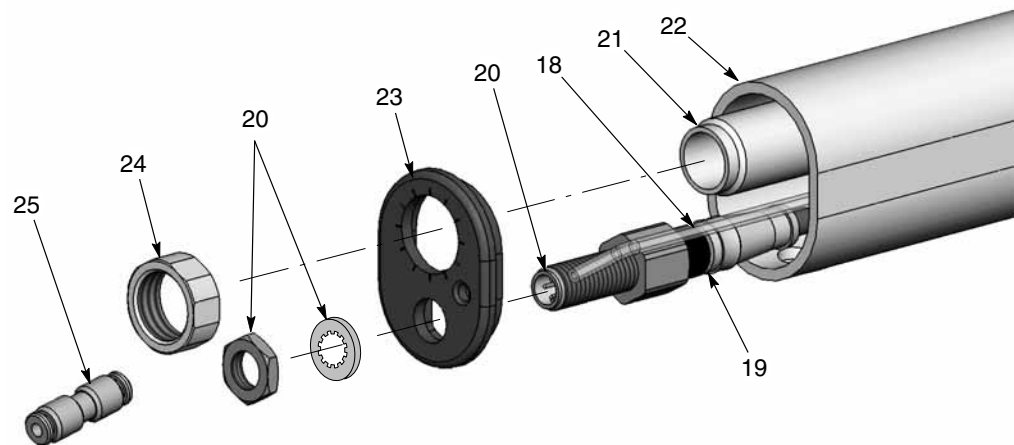
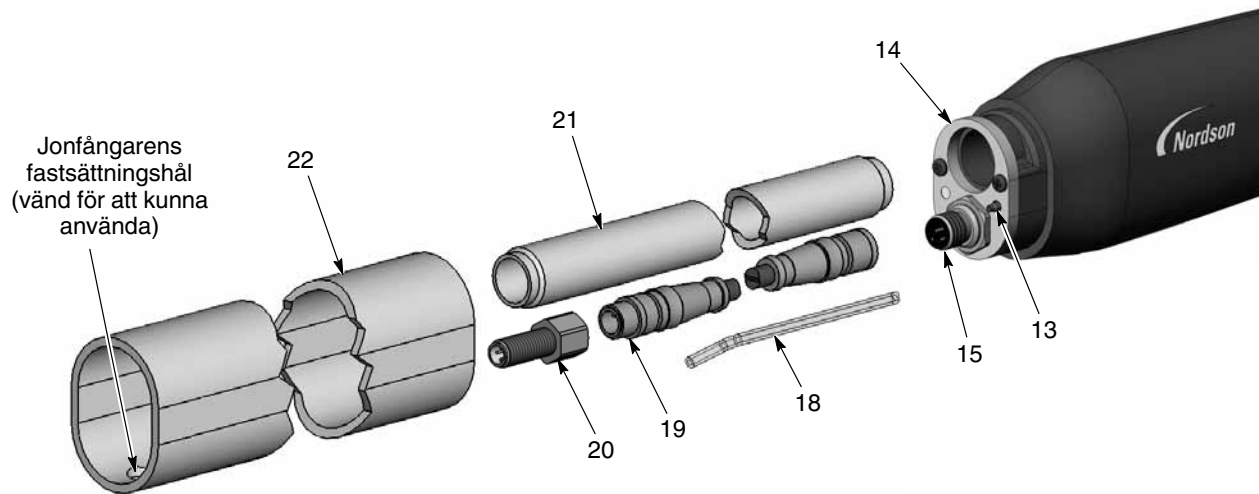
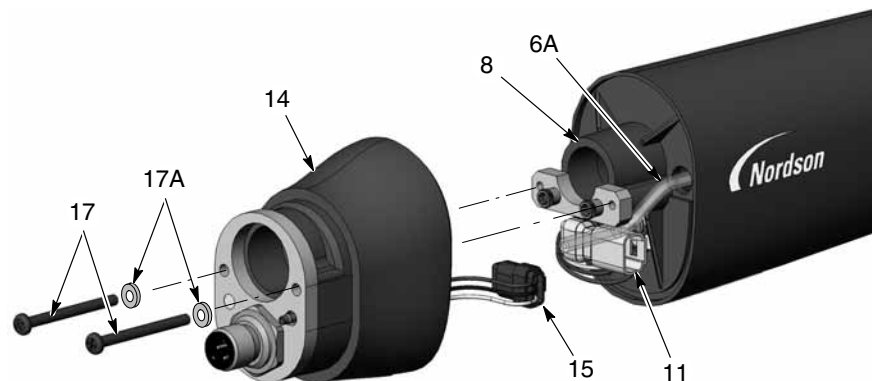
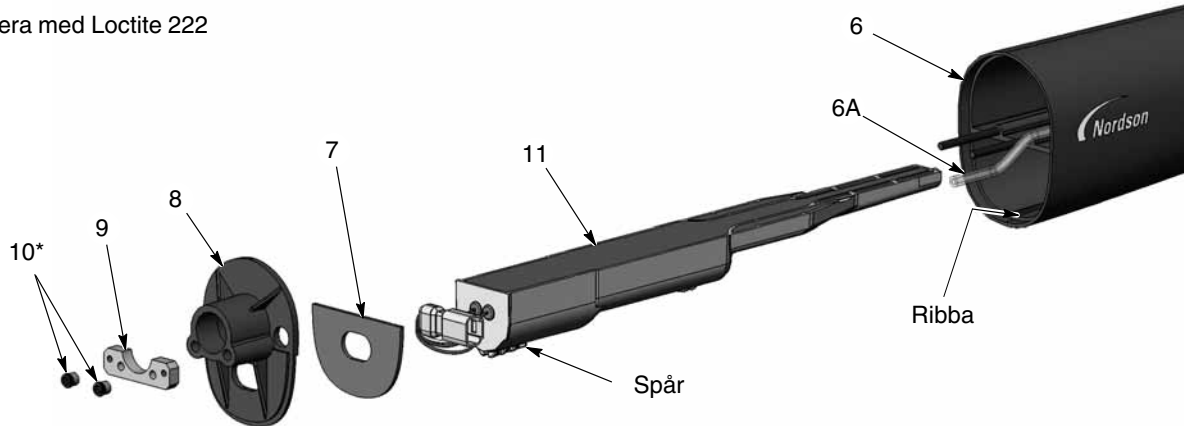

Bild 16 Demontering av rörmonterad pistol 1 av 5
Bild 17 Demontering av rörmonterad pistol 2 av 5
Bild 18 Demontering av rörmonterad pistol 3 av 5
Bild 19 Demontering av rörmonterad pistol 4 av 5
2. Se bild 16. Koppla loss skarvnippeln (25) från den transparenta 4-mm luftslangen (18).
3. Koppla loss pistolkabeln (ej visad) från kabelkontakten (20).
4. Skruva av klämmuttern (24) från klämröret (21).
5. Tag av muttern och låsbrickan från kabelkontakten (20). Spara muttern och låsbrickan för återanvändning.
6. Tag av ändförslutningen (23) från pistolens ände.
7. Se bild 17. Drag av montageröret (22) från pistolkroppens bakre del (14) och över klämröret (21).
9. Koppla loss förlängningskabeln (19) från kontakthållaren (15).
10. Koppla loss den transparenta 4-mm luftslangen (18) från den hullingförsedda kopplingen (13).
11. Om man byter ut förlängningskabeln, tag av kabelkontakten (20) Om inte, kan man låta dem vara anslutna.
12. Se bild 18. Tag av de två rundkulliga skruvarna (17) och låsbrickorna (17A) från pistolkroppens bakre ända (14).
13. Drag försiktigt bort den bakre delen av pistolkroppen, och tillräckligt långt från mellanväggen (8), för att kunna koppla loss spänningsaggregatets kontakttdel (11) från kabelkontakten (15) och filterdelsröret (6A) från den hullingsförsedda kopplingen inne i den bakre delen av pistolkroppen.
14. Se bild 19. Med en 1/8-tums insexnyckel, lossar man de två Allenmuttrarna (10) och fästplattan (9) från mellanväggen (8). Tag därefter av mellanväggen från pistolkroppen (6), genom att dra spänningsaggregatets kontakttdel genom väggen.
15. Skjut ut spänningsaggregatet (11) ur pistolkroppen.
17. Packningen (7) är fäst vid mellanväggen med ett kontaktlim. Om packningen är skadad, byt ut den mot en ny.
1. Se bild 19. Sätt i spänningsaggregatet (11) i pistolkroppen (6) och kontrollera att pistolkroppens ribba passar in i spåret i spänningsaggregatet. Tryck in spänningsaggregatet ordentligt i pistolkroppen.
2. Drag spänningsaggregatets kontaktdel genom mellanväggen (8), sätt därefter mellanväggen på plats och skruva fast fästplattan på pistolkroppens klackar. Sätt på Loctite 222 gänglåsningsmedel på Allenmuttrarna (10) och skruva på dem på klackarna. Drtag åt muttrarna med momentet 0.45 N•m (64 inch-ounces) med en $\frac{1}{8}$ -tums insexnyckel.
3. Se bild 18. Anslut kontaktdelen (15) till spänningsaggregatets kontaktdel (11). Pressa in kontaktdelarna (11, 15) i pistolkroppens bakre del i det läge som visas.
4. Anslut filterdelsröret (6A) till den hullingsförsedda anslutningen på den bakre delen av pistolkroppens insida. Drag in extra transparent luftslang i pistolkroppen, sätt därefter på den bakre delen av pistolkroppen på mellanväggen med skruvarna (17) och låsbrickorna (17A).
5. Se bild 17. Skruva på klämröret (21) i den bakre delen av kroppen (14).
6. Sätt på förlängningskabeln (19) på kontaktdelen i den bakre delen av kroppen.
7. Anslut den transparenta 4-mm slangen (18) till den hullingsförsedda kopplingen på den bakre delen av kroppen.
8. Orientera montereröret (22) med önskad orientering:
9. Se bild 16. Anslut förlängningskabeln (19) till kontakten (20) i ändhysan (23).
11. Sätt på ändhysan på montereröret, och drag klämröret (21) och den transparenta 4-mm slangen (18) genom ändhysan.
12. Fäst kabelkontakten (20) på ändhysan med låsbrickan och muttern.
13. Skruva på klämmuttern (24) på klämröret och drag åt ordentligt.
14. Sätt på skarvnippeln (25) på den transparenta 4-mm slangen.